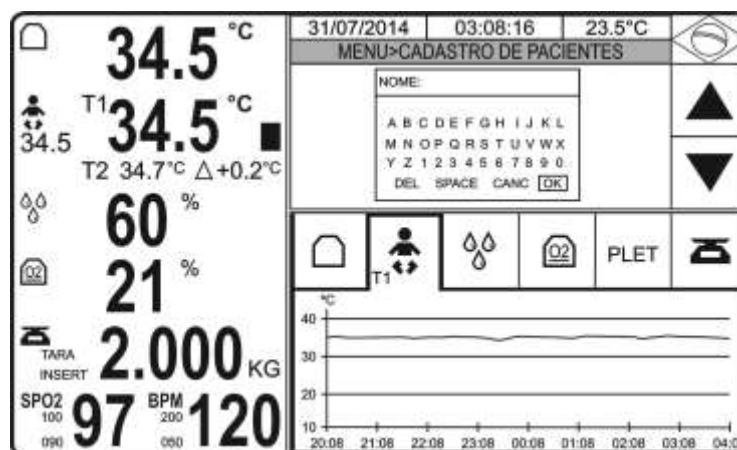

Figura 173 - Cadastro de Paciente - Teclado
- Para preencher os dados, utilizar o botão rotativo para percorrer os caracteres clicando no mesmo para inserir / confirmar, a cada clique seguir para o próximo caractere até formar o texto, conforme figura 173.